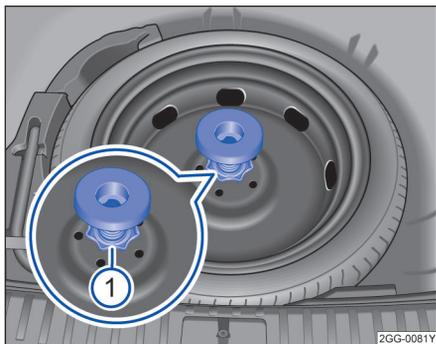

图 216 李厢内：备用轮胎（类型 A）固定手轮
- 逆时针拧下备用轮胎中间的固定手轮 → 图 216 ①，拆下备用轮胎。